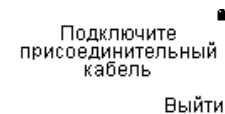
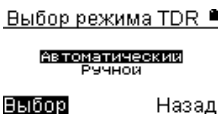
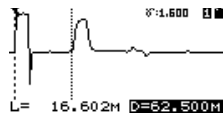

Рисунок 14
Рисунок 15
Рисунок 28
6.3.6 При выборе пункта **Измерение** появится запрос подключения присоединительного кабеля (рисунок 14). Для измерений TDR методом подключите соответствующий присоединительный кабель, появится кратковременное сообщение об активации метода и будет предложен выбор автоматического или ручного режима измерений (рисунок 15).
Включить ручной режим можно через меню **Измерения** (рисунок 15) или в автоматическом режиме перейти через меню **Функции** (рисунок 22). В правом верхнем углу экрана (рисунок 28) показывается текущий коэффициент укорочения, состояние батареи и режим отображения - со входа или из памяти прибора. В нижней строке два параметра, один из которых активный и подсвечивается темным фоном. Изменить левый параметр можно нажатием кнопок \leftarrow и \rightarrow , а правый нажатием кнопок \uparrow , \downarrow .
Диапазон измерения (рисунок 28);